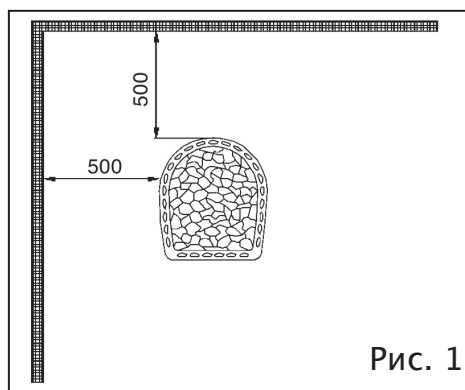

Рис. 1
1. Расстояние безопасности от поверхности дровяной каменки до незащищенных деревянных конструкций должно быть мин. 500 мм (См. рис. 1)